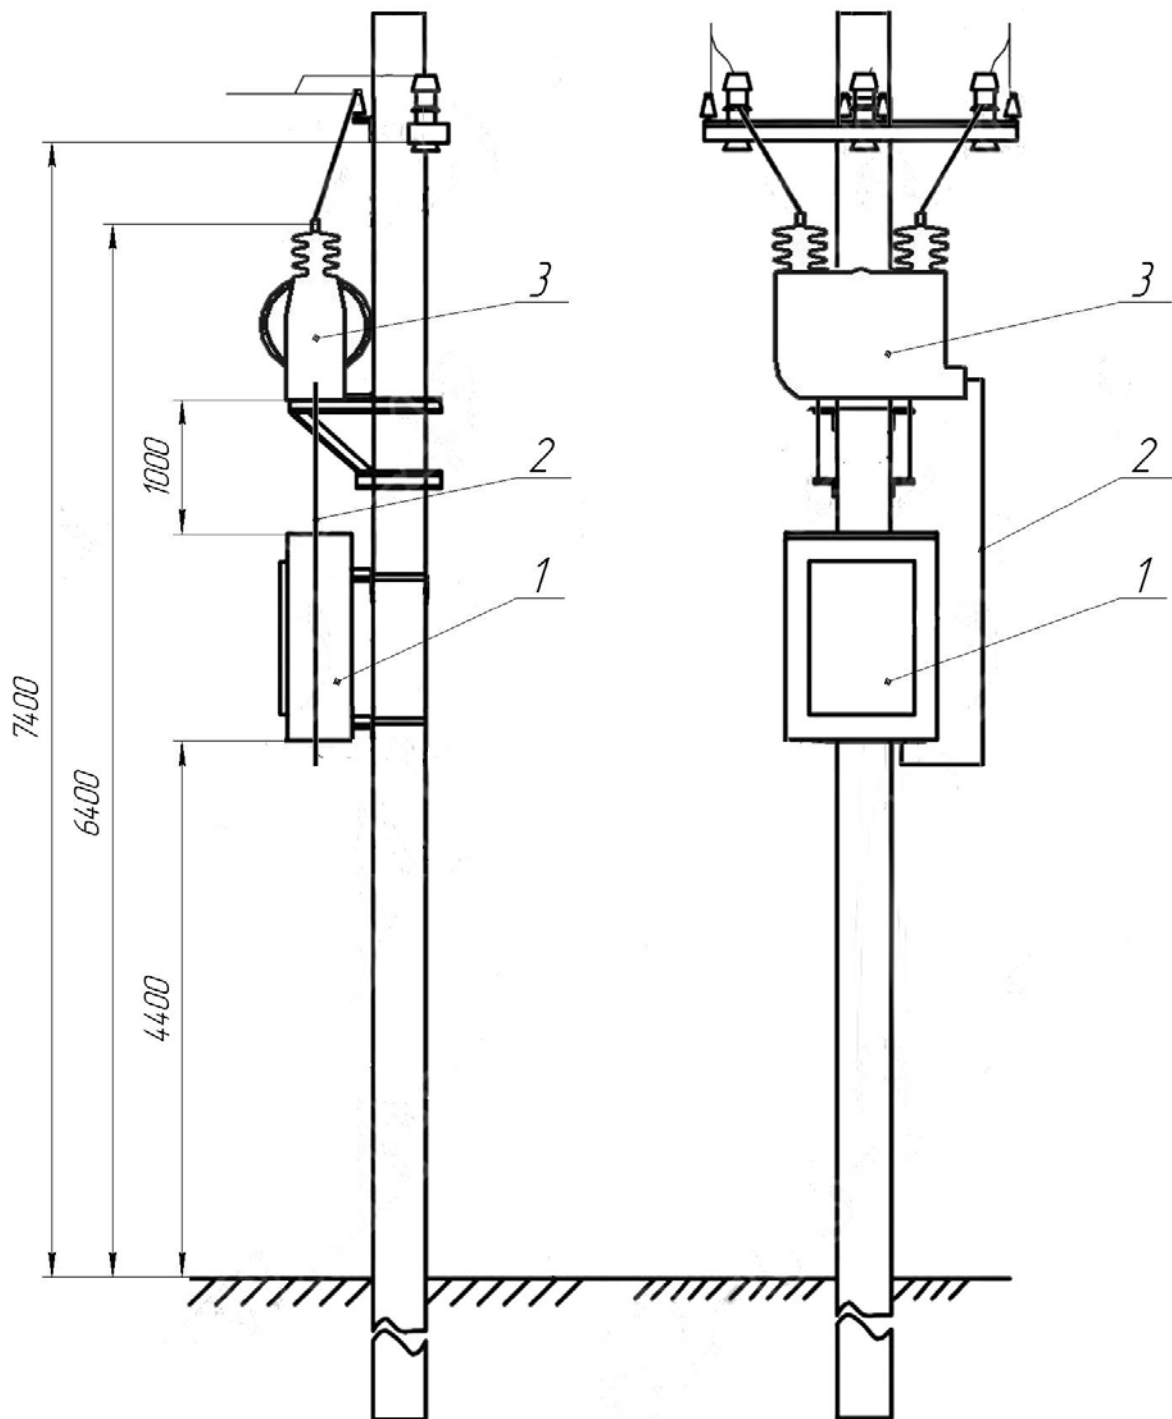
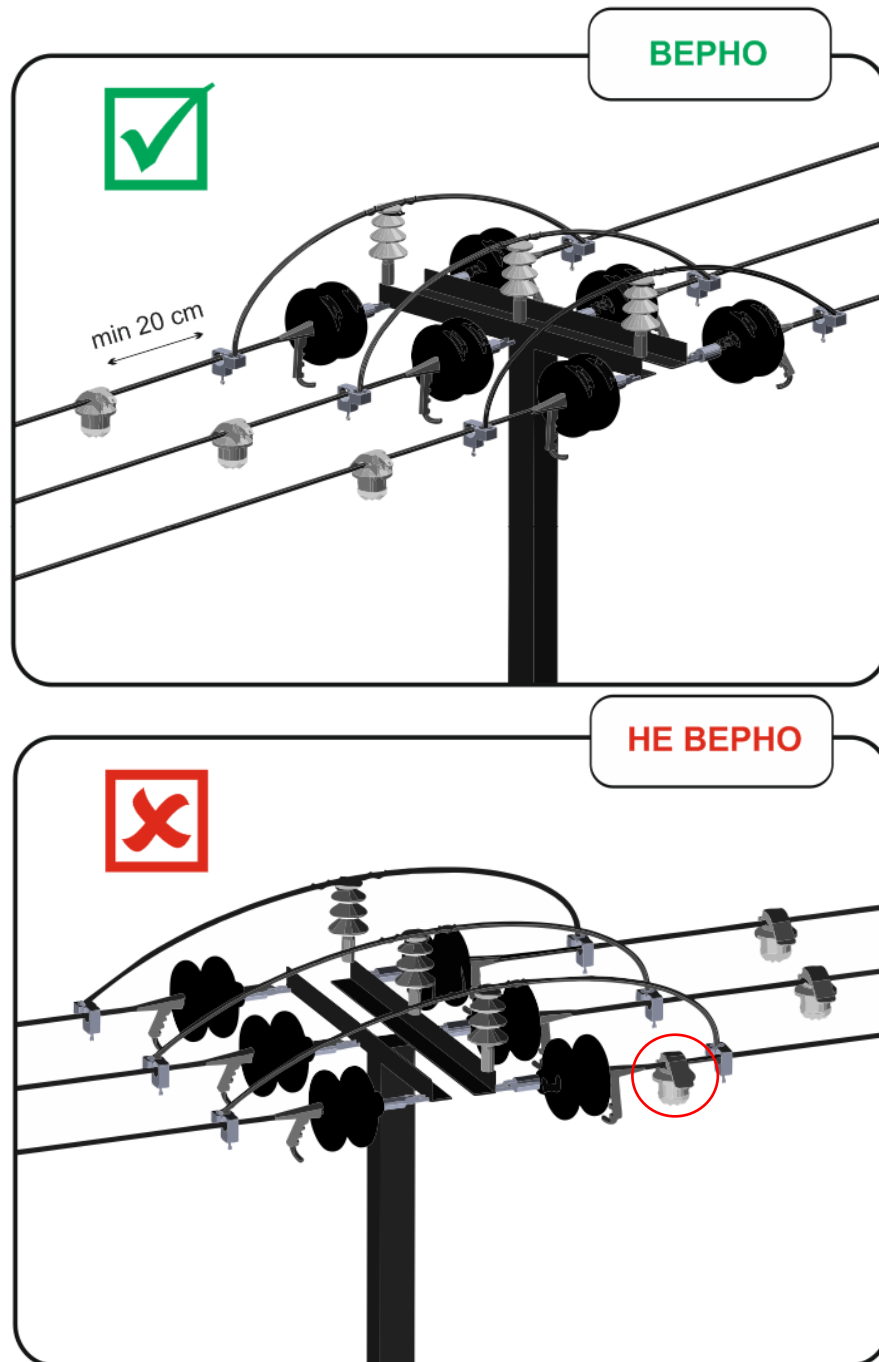

Рисунок 4 - Пример установки БСПИ-3ТН из комплекта ИКЗ-В33-ТНЗ
Рисунок 8 – Пример установки комплекта индикаторов ИКЗ-В33
1.5.1 Комплект индикаторов ИКЗ-В33-ТНЗ устанавливается на ВЛ следующим образом (см. Рисунок 2, Рисунок 4):
2.4.2 Индикаторы устанавливаются непосредственно на провод на расстоянии 0,5-10 м от изоляторов. БСПИ-3ТН устанавливается на опору. Примеры установки устройств комплекта индикаторов ИКЗ-В33-ТНЗ на линию приведены на рисунках (см. Рисунок 4 - Рисунок 8).